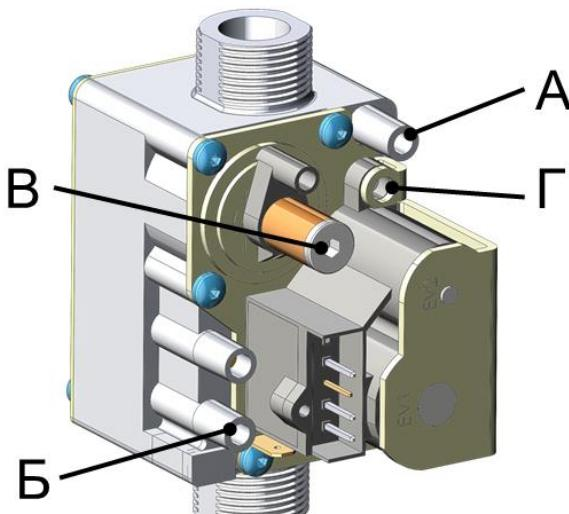

Рис. 9 Регулятор подачи газа
- При необходимости скорректировать содержание CO₂ с помощью винта расхода газа «Г» (см. рис.9) согласно таблице ниже.